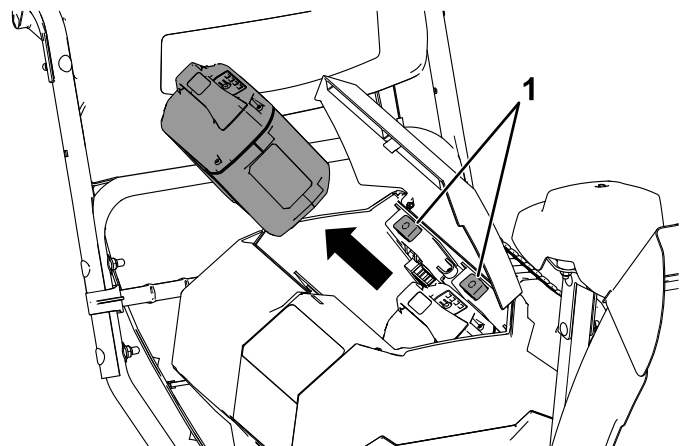

Figura 26
2. Premete il fermo del pacco batteria per rilasciarlo e rimuoverlo (Figura 26).